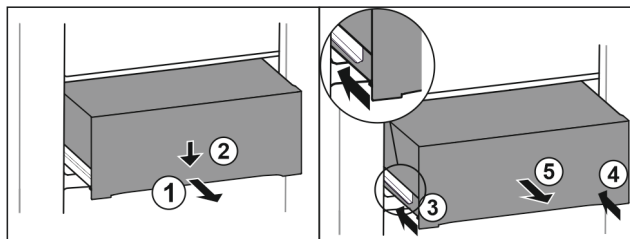

Fig. 119
- Extraiga el cajón hasta la mitad. Fig. 119 (1)
- Presionar hacia abajo el cajón de la parte delantera. Fig. 119 (2)
- Introducir el carril izquierdo unos 2 cm. Fig. 119 (3)
- Introducir el carril derecho unos 2 cm. Fig. 119 (4)
- Extraiga el cajón hacia delante. Fig. 119 (5)